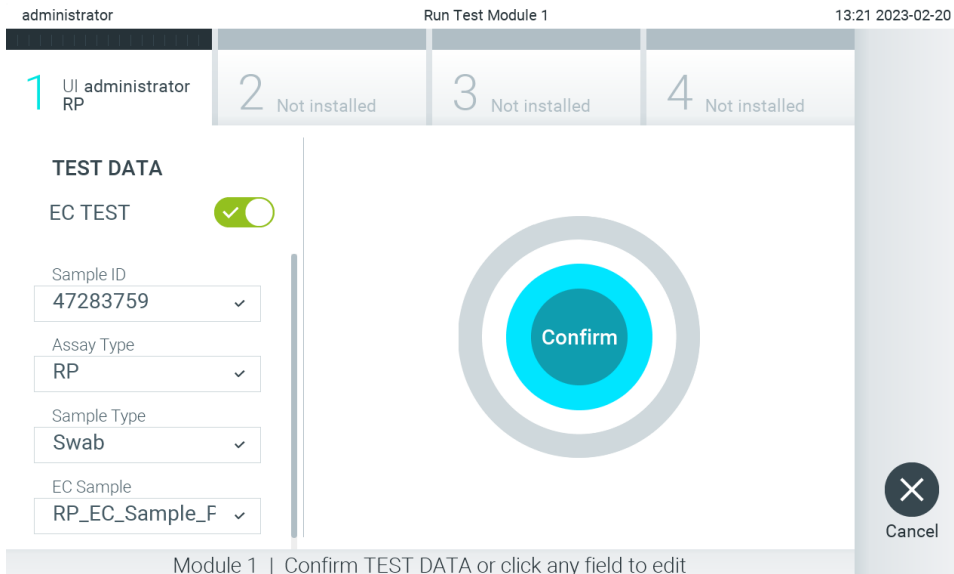

Abbildung 96. Bildschirm Confirm (Bestätigen).
7. Der Bildschirm Confirm (Bestätigen) wird angezeigt. Überprüfen Sie die eingegebenen Daten und nehmen Sie die erforderlichen Änderungen vor, indem Sie auf die relevanten Felder auf dem Touchscreen drücken und die Informationen bearbeiten (Abbildung 96).